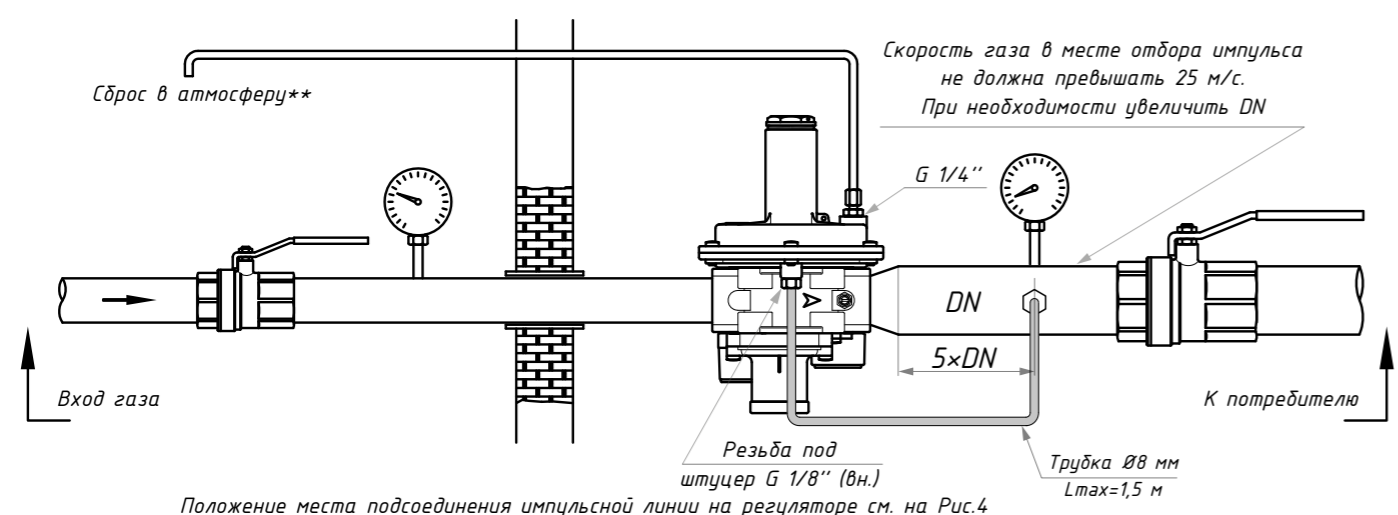

Рис. 9
- Он может быть установлен в любом положении, даже если установка предпочтительнее, как указано в п. 7.4 (пример монтажа). На регуляторе со стороны выхода имеется золотник отбора давления (23) для удобства выполнения настройки параметров работы регулятора;
- В версиях СТАНДАРТ для получения расхода газа более 30 нм³/ч необходимо подключить внешнюю импульсную линию в регулятор с разъемом G 1/8" (см. Схему монтажа рис. 9). Для этого необходимо снять заглушку (30) (см. рис. 4);
- Вывести трубу сброса от сбросного клапана (см. п. 7.4 - п.7.6) в атмосферу согласно действующим нормам правилам, сняв пылезащитный колпачок (25);